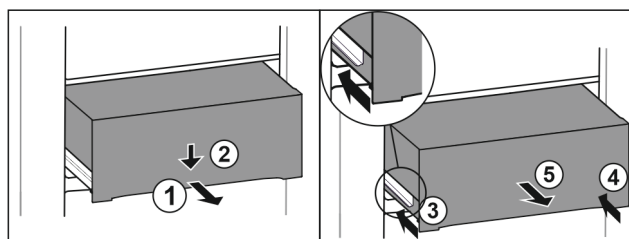

Fig. 91
- ▶ Trekk skuffen ut halvveis. *Fig. 91 (1)*
- ▶ Skyv skuffen foran nedover. *Fig. 91 (2)*
- ▶ Sett inn den venstre skinnen ca. 2 cm. *Fig. 91 (3)*
- ▶ Sett inn den høyre skinnen ca. 2 cm. *Fig. 91 (4)*
- ▶ Ta ut skuffen framover. *Fig. 91 (5)*